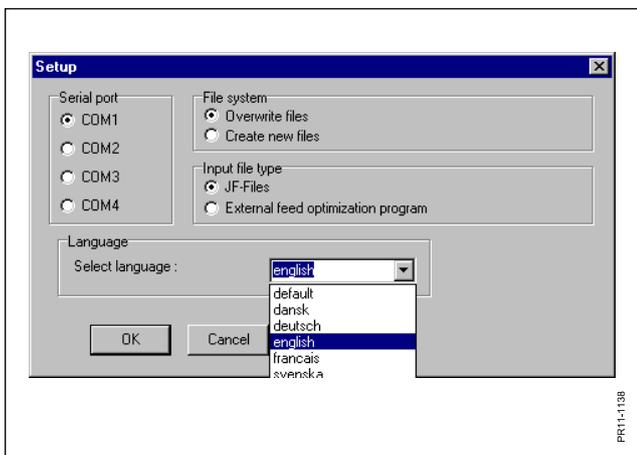

Fig. 7.12
**Fig. 7.12** En el punto de menú "setting" se puede seleccionar una lengua. Para encontrar las opciones en la lista, los LNG-ficheros tienen que estar situados en la misma cartera que JF\_IR.EXE.